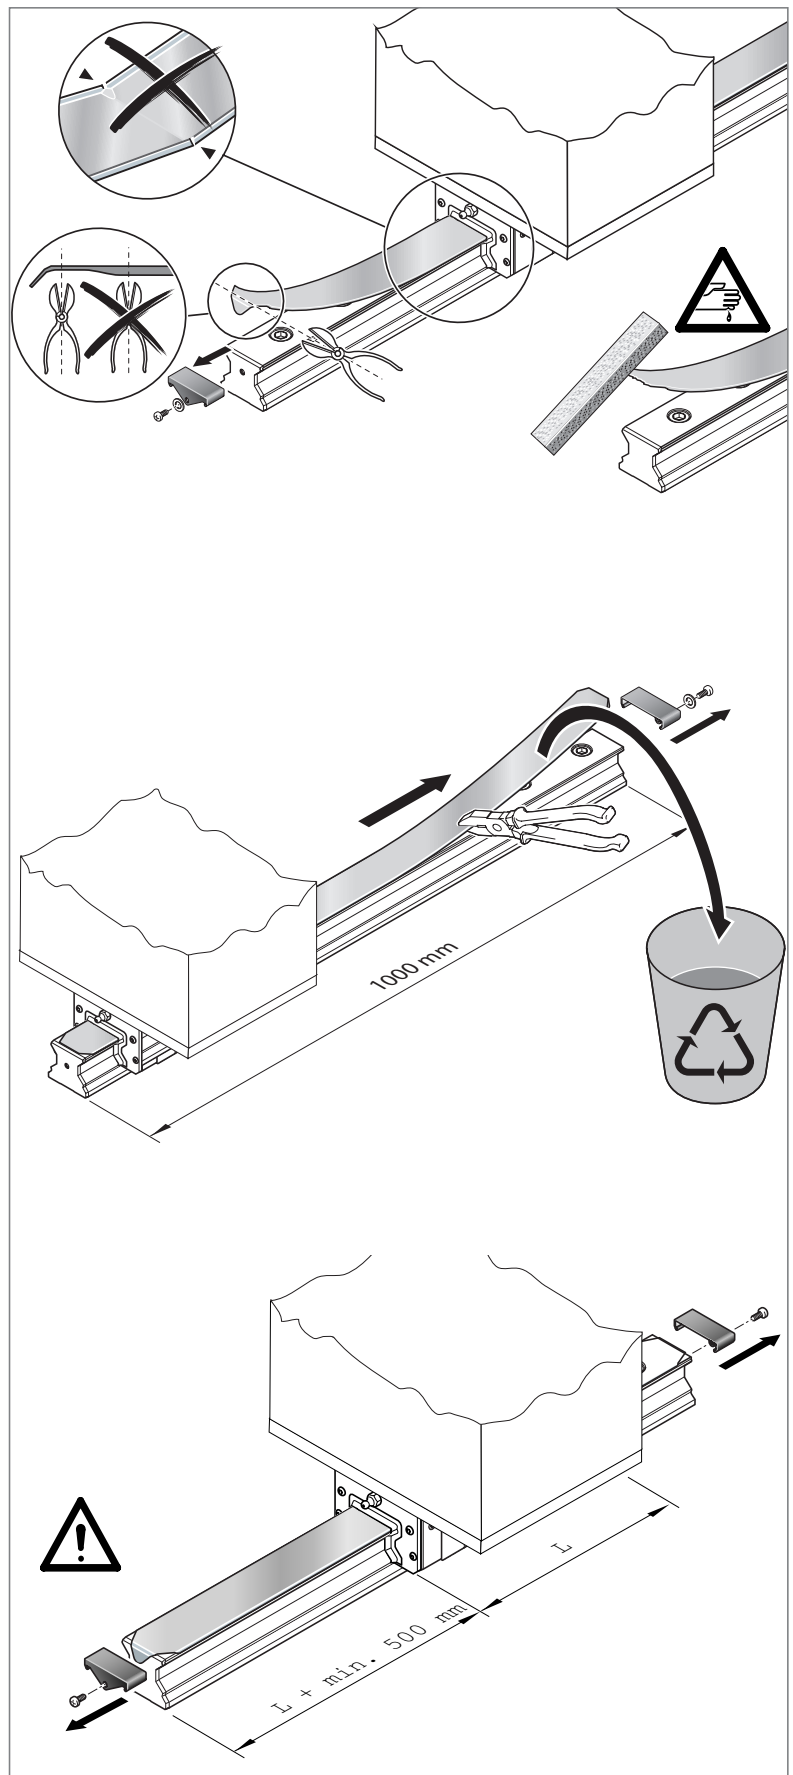

Fig. 41: Desmontaje de bandas de protección con asiento fijo
- ▶ Cortar la lengüeta de banda. ➡ Fig. 41